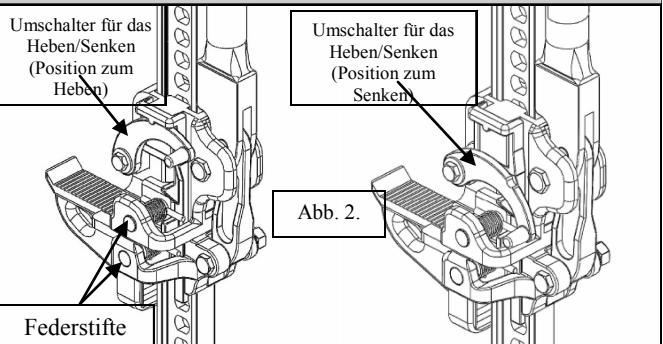

Abb. 2.
3. Schalten Sie den Umschalter für das Heben/Senkens in die Hebeposition, bis er einrastet, wenn sich der Hebel in senkrechter Position befindet und mit dem Stahlbügel fest verbunden ist. (siehe Abb. 2 auf der nächsten Seite)
- Schalten Sie den Umschalter für das Heben/Senken in die Position für das Senken. (siehe Abb. 2)